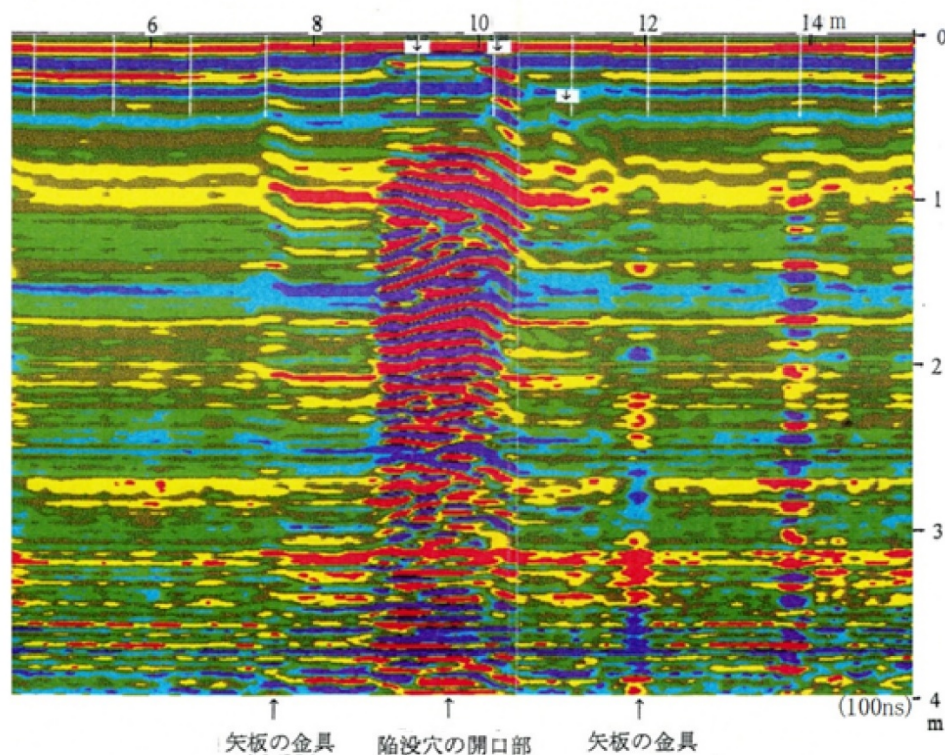

図3.小～中規模のドーム状の空洞の反射映像
2. 直径4～5mのドーム型の空洞の調査とそのステルス性？ 平成14年頃に、袖ヶ浦の工場地帯の護岸の近くに造った砂の埋土の吸い出しによる空洞（およそ幅4×5m：深さ2.5m）上で、GSSI社製の500MHzアンテナ（小～中型）とSIR-2000を使って、地中レーダー探査を行いました。この空洞の頂上部には直径1m弱の陥没穴が空いていましたので、この穴の上にアルミ製の梯子と薄い矢板を渡して、上から内部の状況を観測すると共に、この薄矢板の上を通して、アンテナをロープで引っ張り、距離モードで測定を行いました。こうして測定した反射映像（図3）は驚くべきものでした。頂上部の陥没穴の両端の浅所だけに斜めの中～弱程度（貧弱な）の繰り返し反射が発達して、深度0.7m以深では（深度2.5mまで）これらの上に陥没穴の存在を示す強い多重反射が見られ、この周りには弱い水平の反射がみられるだけでした。また、ドーム型の形を示唆する反射は殆ど見られませんでした。